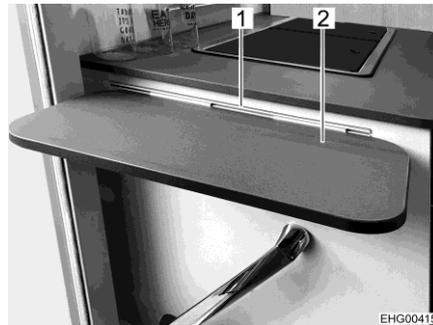

Fig. 12 Ripiano di estensione della cucina
- ▶ In caso di incidente oppure in caso di frenata d'emergenza il ripiano di estensione della cucina può ferire i passeggeri del veicolo. Prima della partenza, rimuovere il ripiano di estensione della cucina (Fig. 12,2) dalla guida (Fig. 12,1) e stivarlo in modo sicuro.